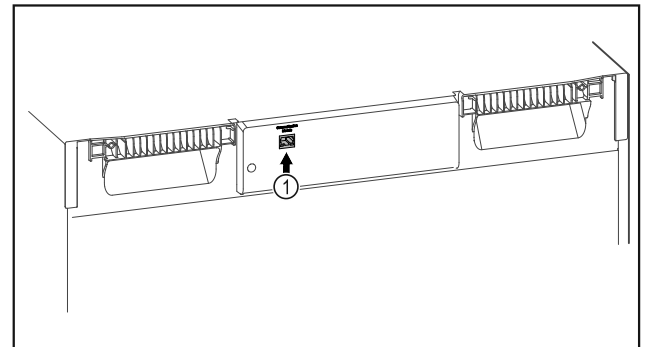

Fig. 120
- SmartModule Fig. 120 (1) ist eingesetzt.